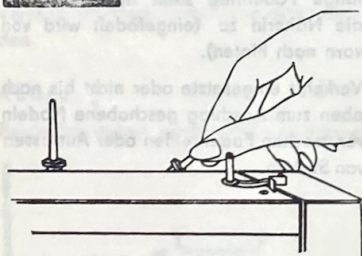

Abb. 9
10. Die Garnrollenhalter (Abb. 9)